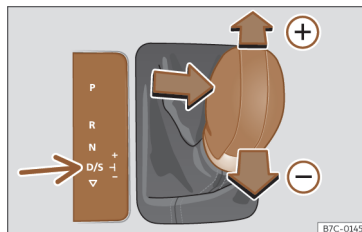

Fig. 93 Console centrale : changer avec tiptronic.
- Poussez le levier vers l'avant (+) ou vers l'arrière (-) pour augmenter ou réduire la vitesse >>> **fig. 93**.